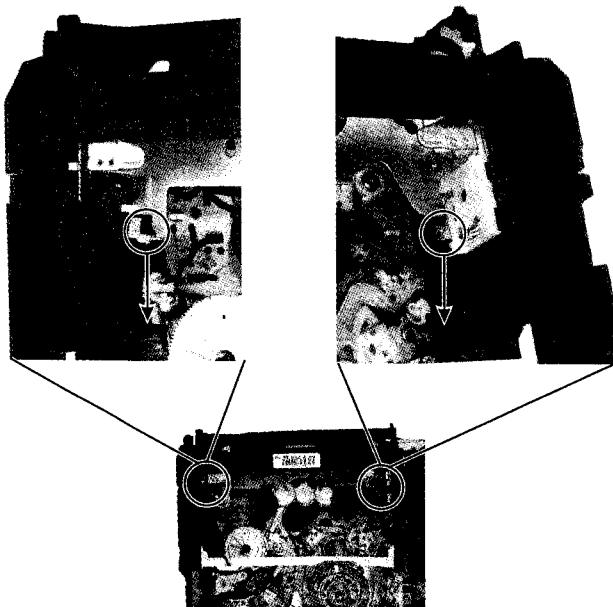
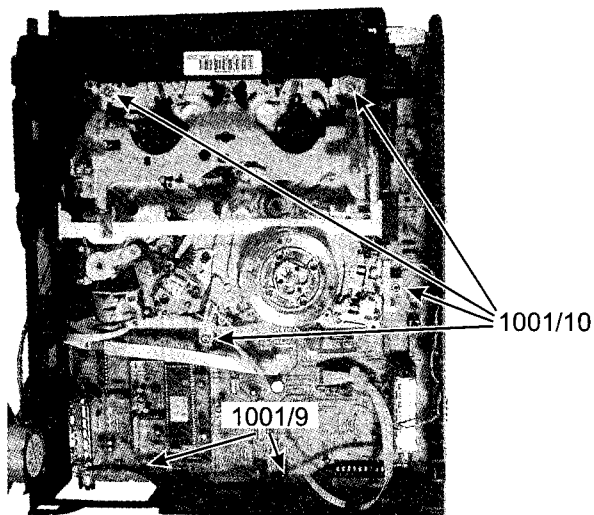

Abbildung 4-5
Abbildung 4-6
10. Zum Entfernen der Einheit Laufwerk-Motherboard aus der Zarge, die 6 Schrauben 1001/9 und 1001/10 entfernen (siehe Abbildung 4-6). Zuvor den Lift nach dem Entriegeln der beiden Liftsperrn um 5cm zurückschieben (siehe Abbildung 4-5).